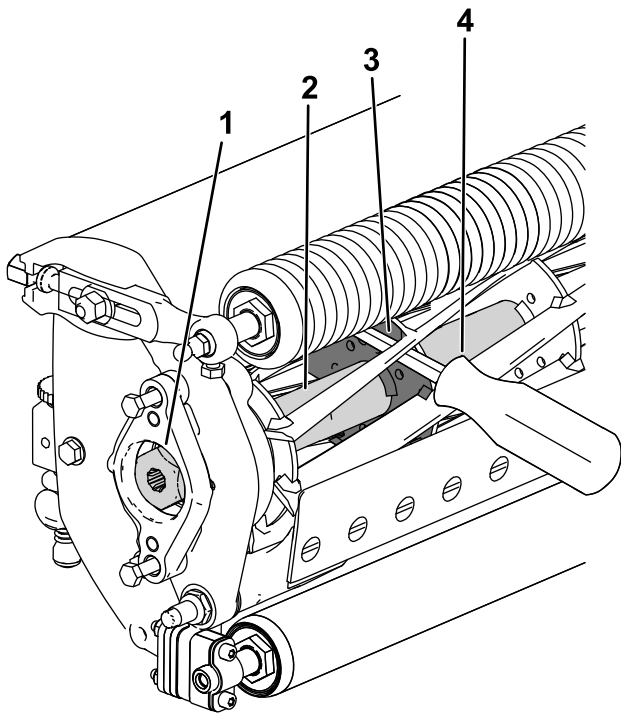

Bild 36
2. Stecken Sie ein langes Hebeleisen (empfohlen 10 mm x 300 mm mit Schraubendrehergriff) durch die Unterseite der Spindel, nahe an der Seite des Mähwerks, die Sie anziehen werden (Bild 36).
3. Setzen Sie das Hebeleisen gegen die Schweißseite der Spindelhalterung (Bild 36).